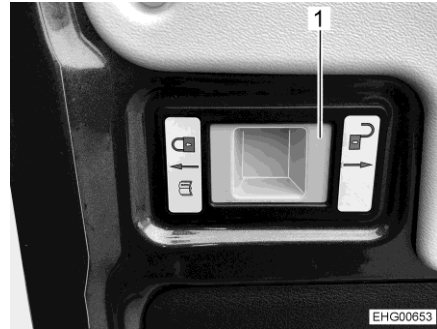

Fig. 11 Asidero para desbloquear el límite
- Empujar el asidero (Fig. 11,1) hacia la derecha (símbolo de "candado abierto"), sujetar la puerta trasera y continuar abriéndola con precaución.
- ▷ Cuando las puertas traseras están cerradas otra vez, volver a limitar el ángulo de apertura. Para ello, empujar el asidero (Fig. 11,1) hacia la izquierda (símbolo de "candado bloqueado").